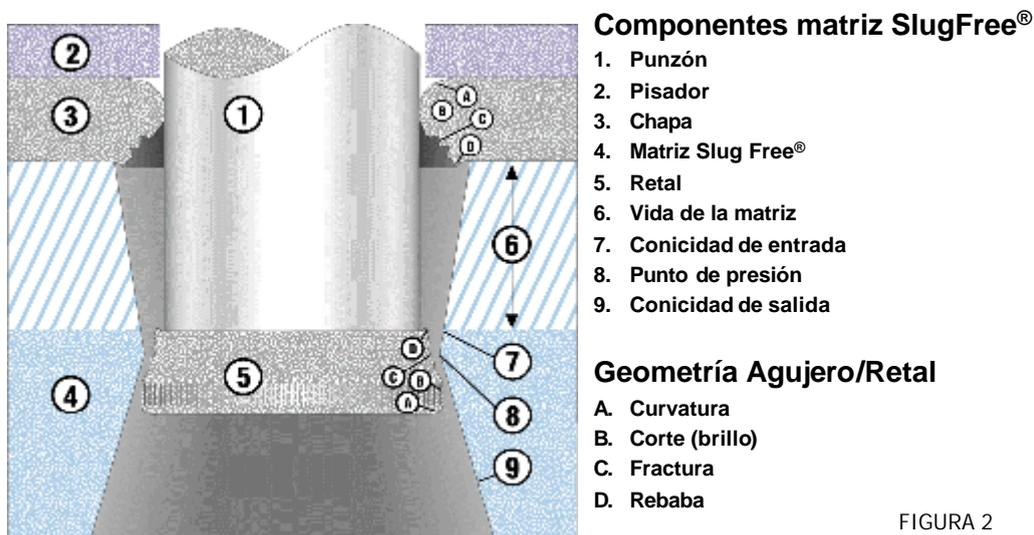

FIGURA 2
Si analizamos un agujero punzonado en una chapa (figura 2) podremos distinguir la curvatura (A) que se crea cuando el punzón empieza a penetrar en la chapa. A continuación se puede observar una zona brillante (B) que se debe al corte del material ocasionado por el filo cortante del punzón. Luego aparece una zona mate, rugosa (C) que es la zona de material arrancada y finalmente aparece la rebaba del corte (D). Lo mismo se puede observar en el retal de chapa pero en posición inversa ya que el filo cortante es el de la matriz.
En el mercado existen matrices con un mecanizado especial en su interior para evitar que los retales puedan subir, son las matrices Slug Free[®]. Estas matrices (ver figura 2) están mecanizadas interiormente con una doble conicidad. Cuando el retal es separado de la chapa el punzón sigue bajando. Como el mecanizado interior de la matriz se va reduciendo (centésimas) obliga al retal a comprimirse. Una vez que el retal pasa el punto de máxima compresión la conicidad de la matriz cambia y el retal, por elasticidad, tiende a recuperarse